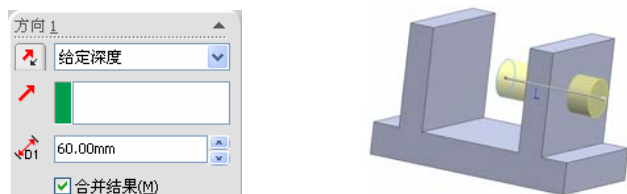

图 4-5 终止条件为“给定深度”及其预览效果
(1) 给定深度。从草图的基准面以指定的距离拉伸特征。如图 4-5 所示终止条件为“给定深度”，拉伸深度为 60mm 时的属性管理器及其预览效果。